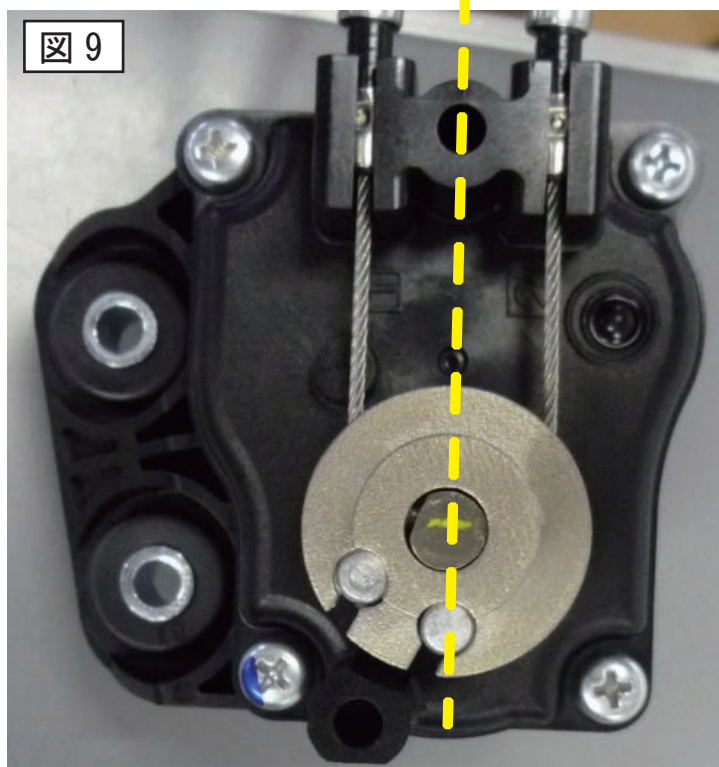

図 10
(2) 図10のコントロールケーブルのゴムキャップをずらし、①ロックナットを緩め②アジャストナットを回してコントロールケーブルの張りを調整してください。